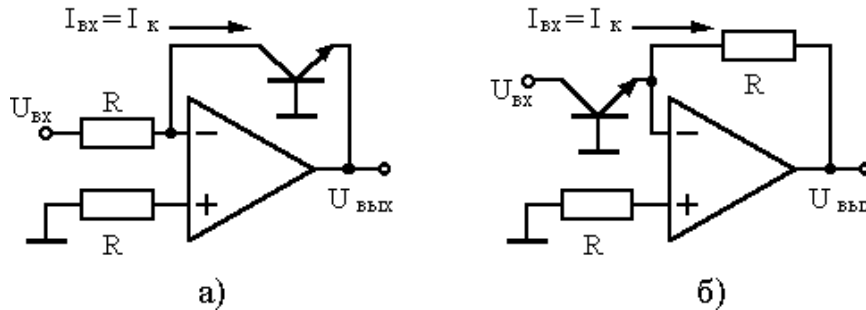

Рис.9. Логарифмирующий (а) и потенцирующий (б) усилители.
Логарифмический усилитель (ЛУ). Для получения логарифмической зависимости $U_{вых} \sim \lg(U_{вх})$ в цепь ОС вводят нелинейный элемент - диод или биполярный транзистор (рис.9а).
Потенцирующий усилитель получается, если резистор и транзистор в цепи ОС поменять местами (рис.9б). Все расчеты аналогичны.
Так как ЛУ часто применяются для расширения диапазона измеряемых токов (для схемы рис. 9а этот диапазон составляет 9 декад 10^{-12} А $< I_k < 10^{-3}$ А), в них используются ОУ с полевыми транзисторами, которые тщательно балансируют (при этом зануляется и второй член в (5)). Принимаются также меры для компенсации температурного дрейфа, поскольку в (4) температура входит явно.
С помощью ЛУ можно возводить в произвольную степень и перемножать аналоговые сигналы. Точность ЛУ невелика - порядка нескольких процентов. Схемы рис. 9 работают только с однополярными сигналами.